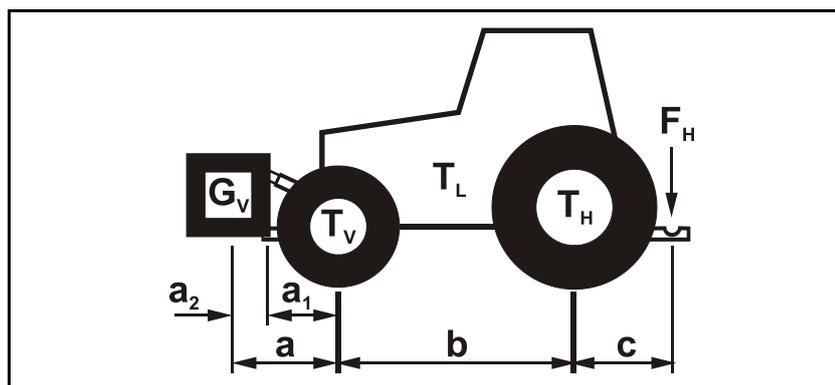

Fig. 23
Die Druckvorrichtung (Fig. 23/1) erhöht den Walzen-Druck auf den Boden.
1. Beide Kontermuttern (Fig. 23/2) lösen.
2. Schraube (Fig. 23/3) hineindrehen.